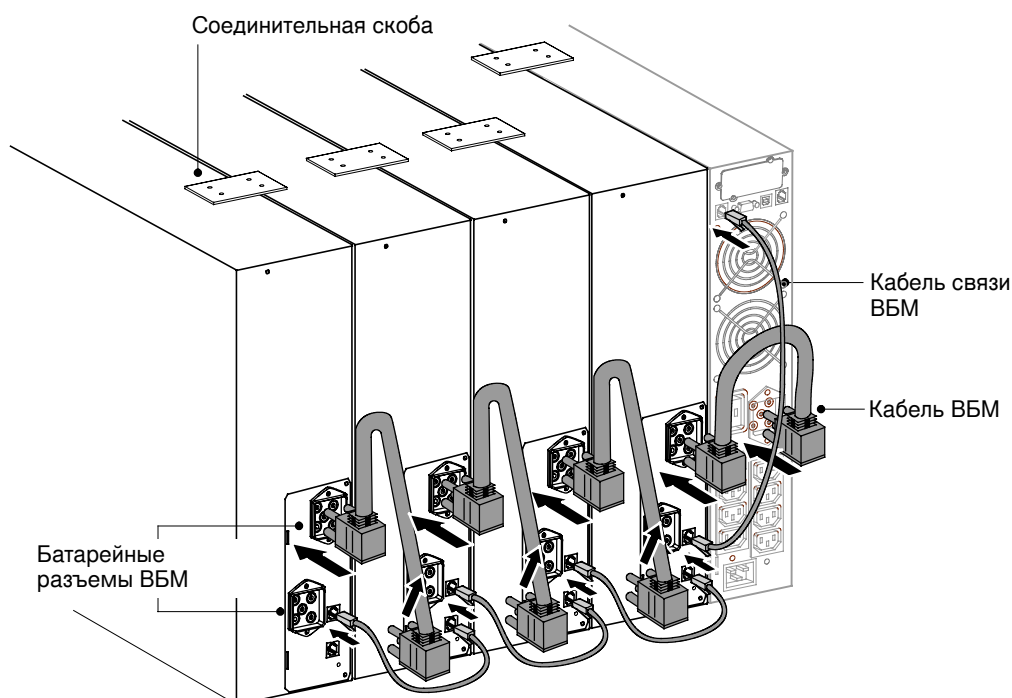

Рисунок 29. Соединения ВБМ (показана башенная модель 230 В)
6. Подключите новый ВБМ к ИБП, как показано на Рисунок 29.